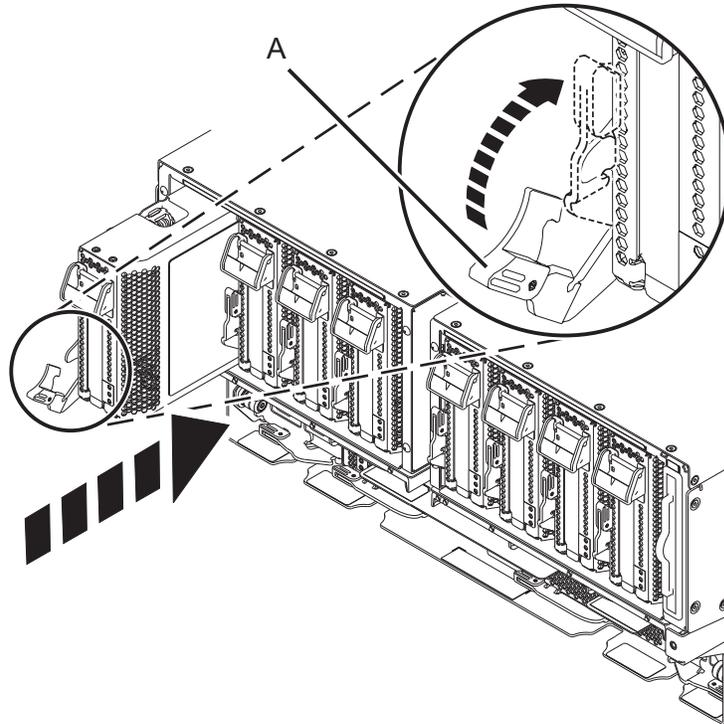

Abbildung 9. PCIe-Adapterkassette im System installieren
- a. Fassen Sie die Adapterkassette, wenn die Kassettengriffe geöffnet sind (A), vorsichtig an ihren Kanten an und richten Sie sie dann am Steckplatz aus. Siehe Abb. 9 auf Seite 10.
- c. Wurde die Kassette vollständig in den Steckplatz eingesetzt, drehen Sie den terrakottafarbenen Kassettengriff (A) in die in Abb. 9 auf Seite 10 dargestellte Richtung, um die Adapterkassette im Steckplatz einrasten zu lassen.